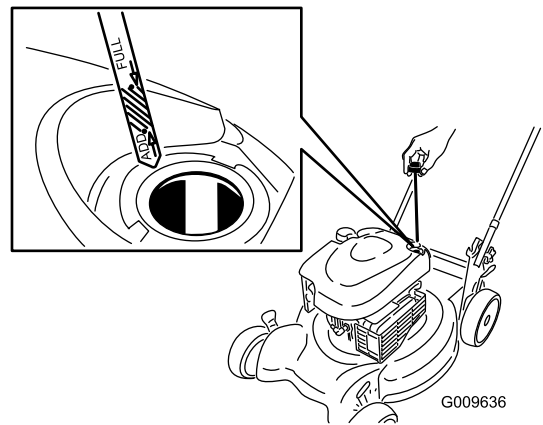

Figure 18
2. Retirez la jauge (Figure 18).
4. Versez de l'huile **lentement** dans le goulot de remplissage pour faire monter le niveau de liquide jusqu'au repère du **plein** (Full) sur la jauge (Figure 18). **Ne remplissez pas excessivement.** (Remplissage max. : 0,59 l (20 oz), type : huile détergente SAE 30 de classe de service API SF, SG, SH, SJ, SL ou supérieure.)